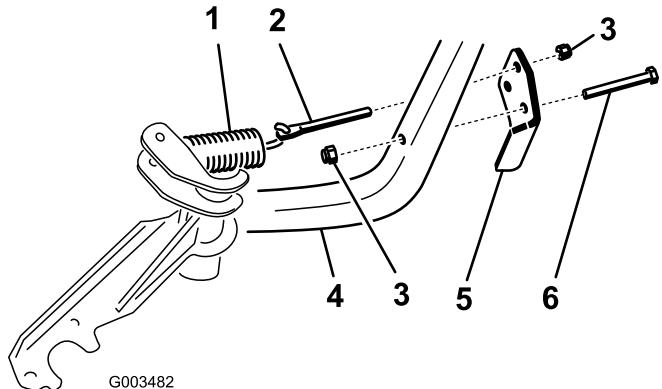

図 6
4. スプリング・ロッドをスプリング・ブラケットの穴に通し、ロックナット ((3/8 インチ)) で仮止めする。スプリング・ロッドは図 6 のように組み付ける。
6. ボルト ((3/8 x 2-3/4 in) とロックナット ((3/8 インチ)) を使って、前フレーム・チューブにスプリング・ブラケットを取り付ける。スプリング・ブラケットは図 6 のように組み付ける。